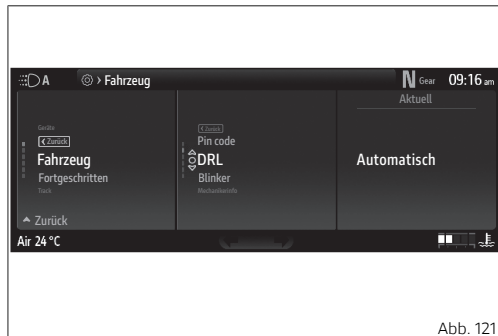

Abb. 121
- Die Angabe „DRL“ (Abb. 121 S.156) markieren, dann die Taste ○ drücken.